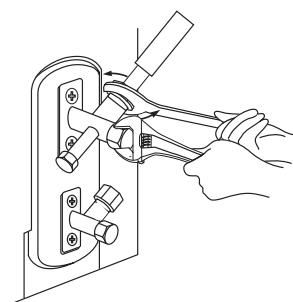

Fig. 7.10
4. Utilizando una llave, fije el cuerpo de la válvula para que no se mueva. No fije la tuerca que sella la válvula de servicio. Vea fig. 7.10.